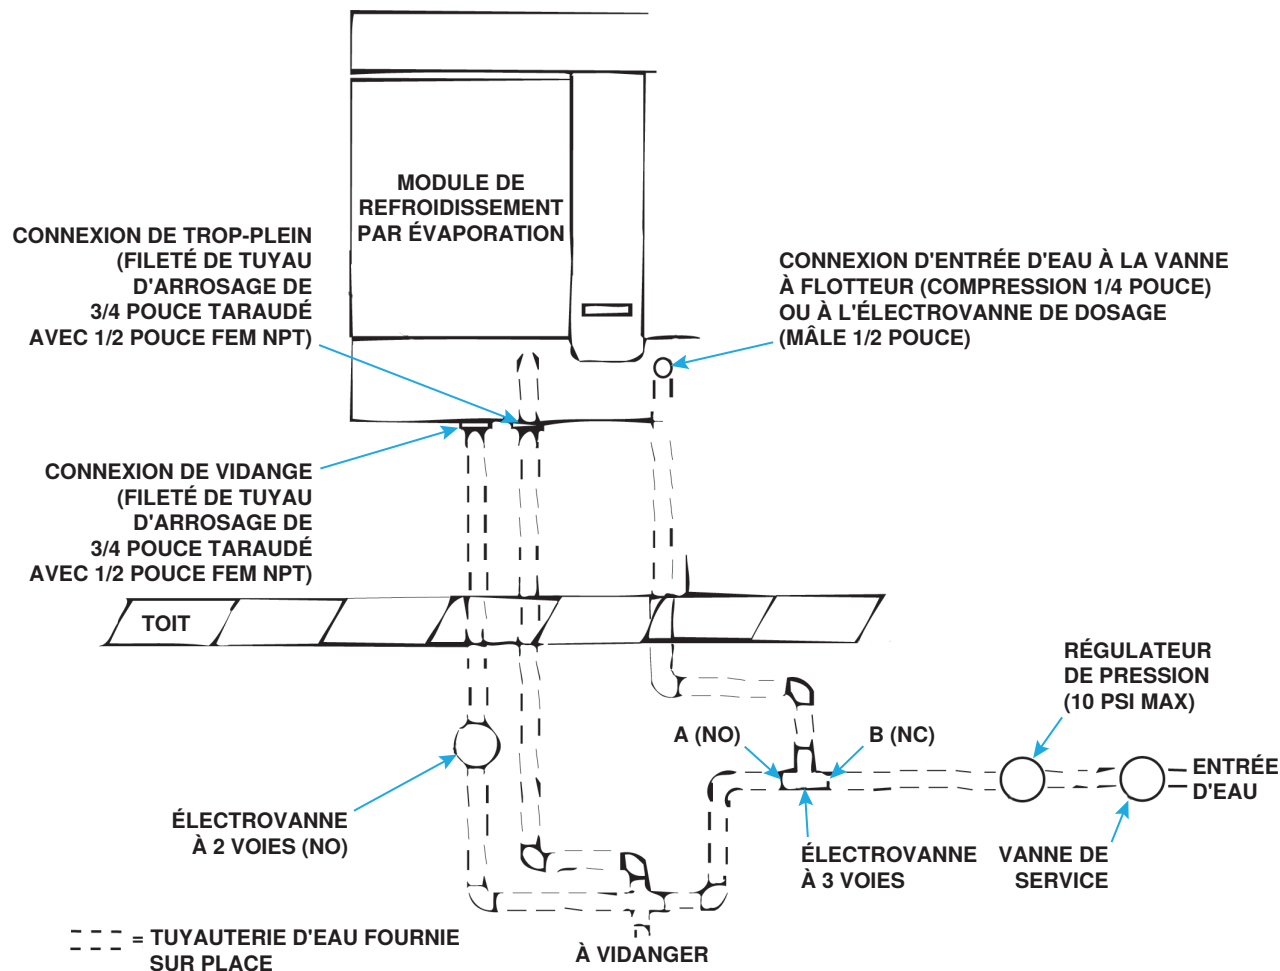

Figure 12. Connexions du kit de remplissage et de vidange
1. Raccorder la conduite d'eau (voir Figure 12):